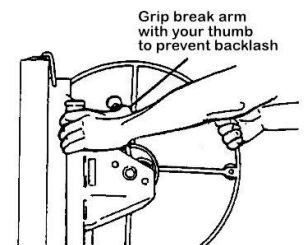

Figure 3
- b) Levante el brazo del freno completamente hacia arriba. Coge el cabrestante y Sujete firmemente la varilla del freno con el pulgar para evitar que se mueva. rebote (Fig. 3).